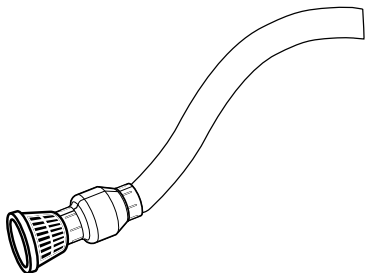

Figura 2
3. Instale una válvula de retención (que no se incluye con la bomba) en el punto de entrada de la tubería de succión para ayudar a mantener el cebado de la bomba. (Figura 2).
4. Instale un filtro de vacío (que no se incluye con la bomba) en el punto de entrada de la tubería de succión para prevenir que se introduzcan materiales abrasivos o desechos (Figura 2). Coloque el filtro de modo que no se tapone con piedras o desechos.